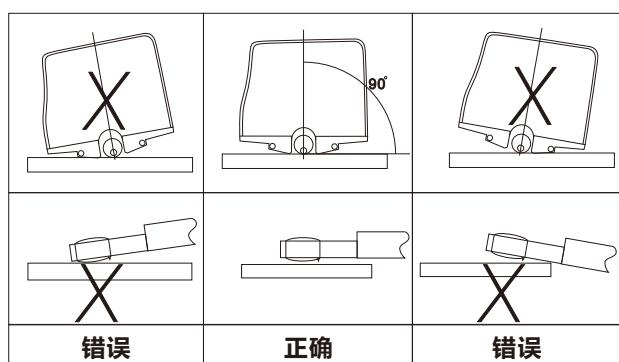

图4-1
G. 参照图 4-1, 4-2 放好仪器，确保接线准确可靠。